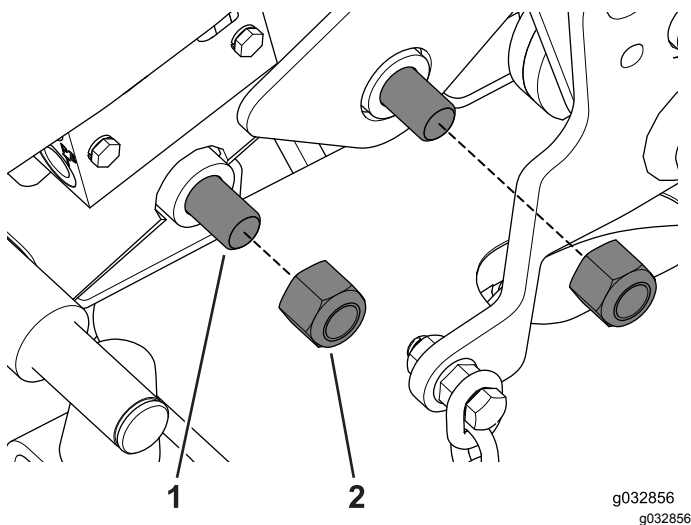

Figura 121
2. Alinee los taladros e instale provisionalmente los pernos y los espaciadores en el lado izquierdo de la máquina (Figura 121).